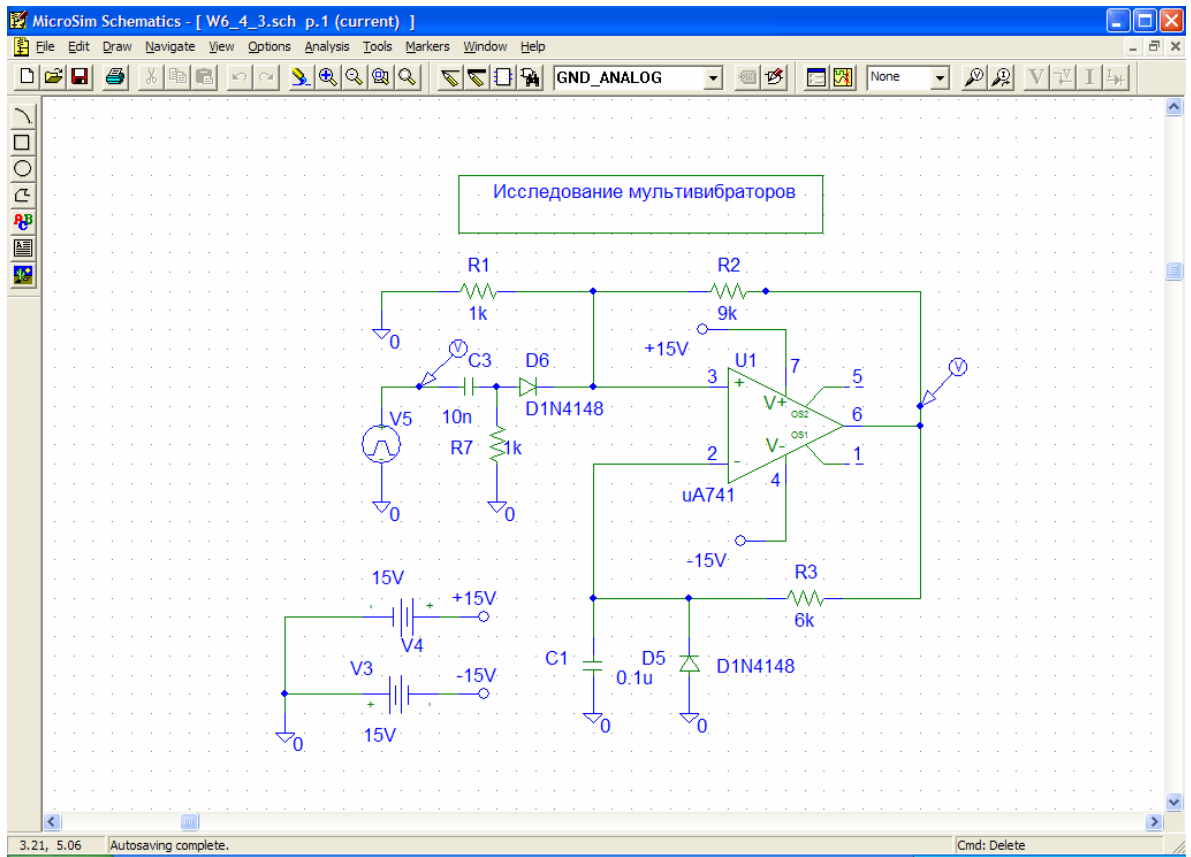

Рис. 6.4.6
- 3.1. Собрать схему ждущего мультивибратора (рис. 6.4.6) и установить значения элементов, полученные в ходе предварительного расчета. Включить на входе источник прямоугольных импульсов VPULSE. Установить атрибуты источника: DC = 0, AC = 0, V1 = 0, V2 = 1V, TD = 20 μ , TR = 1 μ , TF = 1 μ , PW = 10 μ .